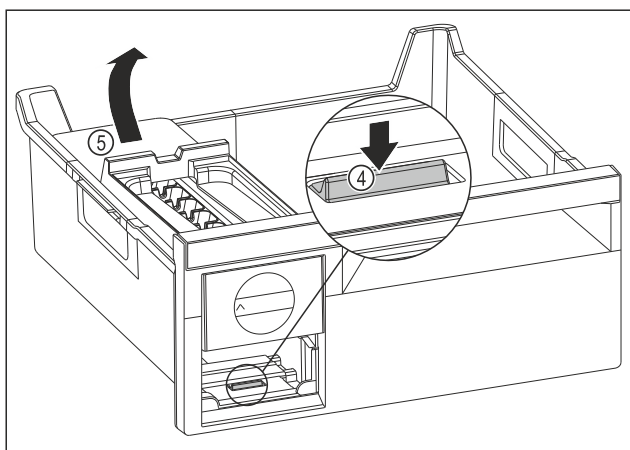

Fig. 87
- Ta ut EasyTwist-Ice-enheten: Tryck ned skenan Fig. 87 (4) med fingret och lyft samtidigt EasyTwist-Ice-enheten Fig. 87 (5) bakifrån med andra handen.